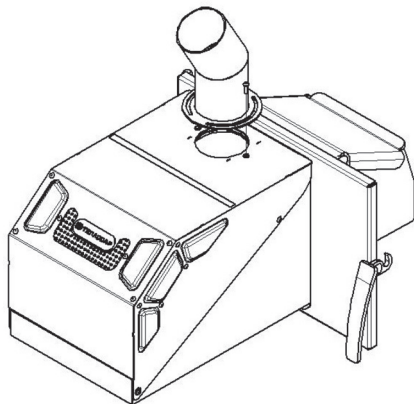

Рисунок 6 - Установка патрубка
2. Установить на горелочное устройство загрузочный патрубок (Рис. 6). При загрузке, крепёжные винты (M4x12) должны оставить возможность разворота патрубка к гибкому рукаву соединяющего бункер и горелку.